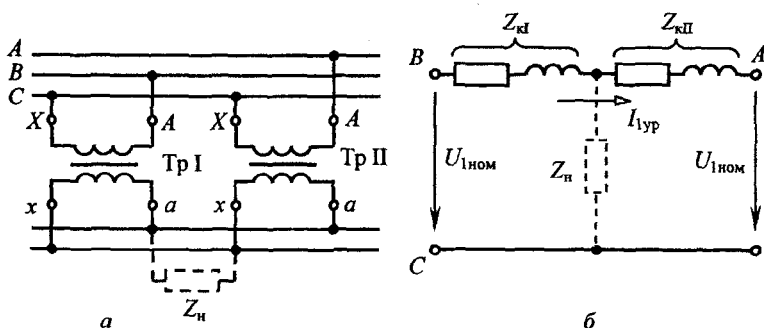

Рис. 3.7
**Задача 3.10.** При включении на параллельную работу одинаковых однофазных трансформаторов их первичные обмотки ошибочно оказались включенными на разные фазы (рис. 3.7, а).
**Решение.** Упрощенная схема замещения трансформаторов приведена на рис. 3.7, б. Уравнивающий ток, протекающий по пер-